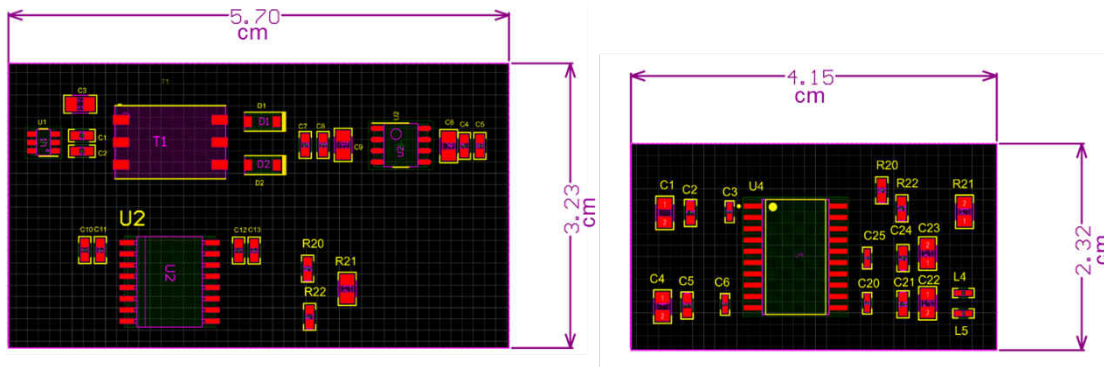

图 3. 分立 (左) 和集成 (右) 隔离式 RS-485 子系统在电路板空间方面的对比
- **节省电路板空间。**与其他分立式实施方案相比，单芯片解决方案的主要优势之一是可节省电路板空间。由于系统设计人员希望在每一代新产品中缩小解决方案尺寸和/或增加功能，为隔离式 RS-485 集成单芯片解决方案有助于节省 48% 的电路板空间，如图 3 所示。